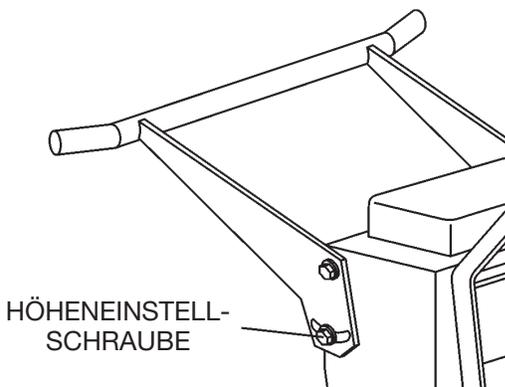

Abb. 19. Höheneinstellschrauben für Griffstange
1. Die Höheneinstellschrauben (Abb. 19) an der Griffstange lösen, bis sich die Griffstange frei schwenken lässt.